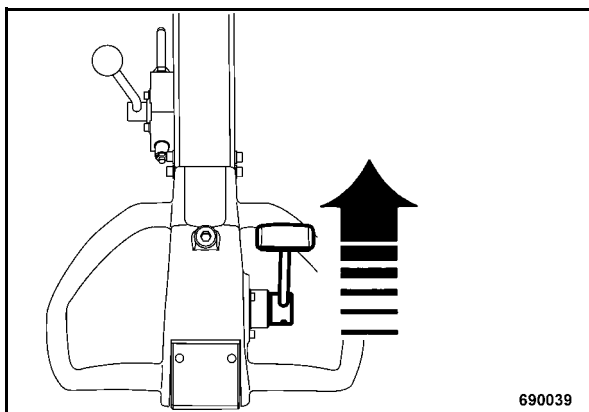

рис. 62
- Установить рычаг движения в положение вперед (рис. 62).